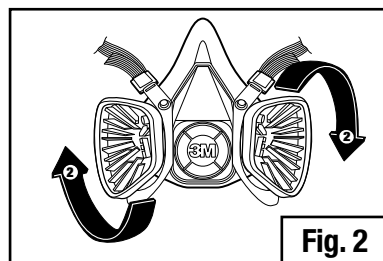

Fig. 2
2. Gire o assento 1/4 no sentido horário até parar. Para remover o assento, gire 1/4 no sentido anti-horário (Fig. 2).